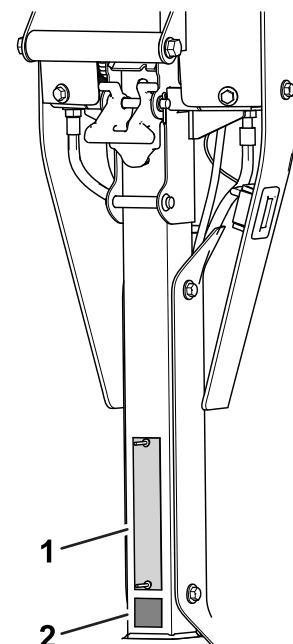

Figura 6
- Coloque o autocolante CE junto da placa do número de série (Figura 6).